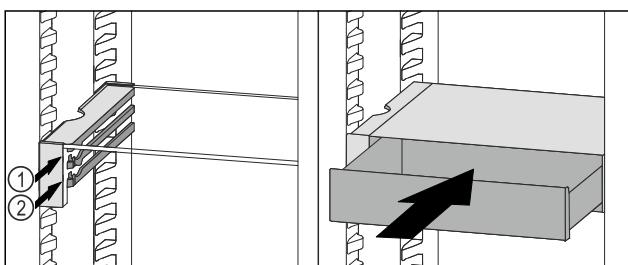

Fig. 86
- Поставете чекмеджето на VarioSafe зад ограничителите върху желаното ребро Fig. 86 (1) или Fig. 86 (2).